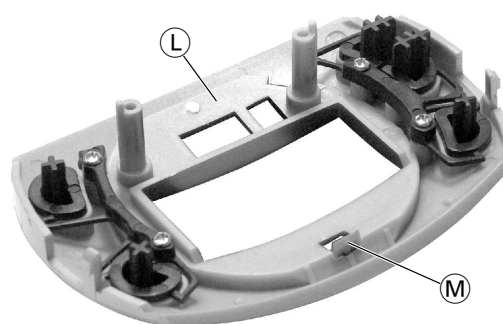

Fig. 15
- Blende **L** (Fig. 13 und 15) **vorsichtig** nach vorne abziehen, dabei darf sie nicht nach oben gedrückt werden, da sonst die Führungsnase **M** (Fig. 15) an der Blende **L** (Fig. 15) abbrechen kann.
- **Carefully** pull off the trimplate **L** to the front (Fig. 13 and 15) preventing it from being bent up as otherwise the guide lug **M** (Fig. 15) on the trimplate **L** (Fig. 15) might break off.